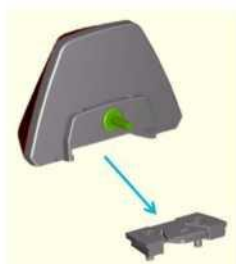

Рисунок 10
- (3) Вставьте индикатор в основание вместе с пазом (рис. 10)